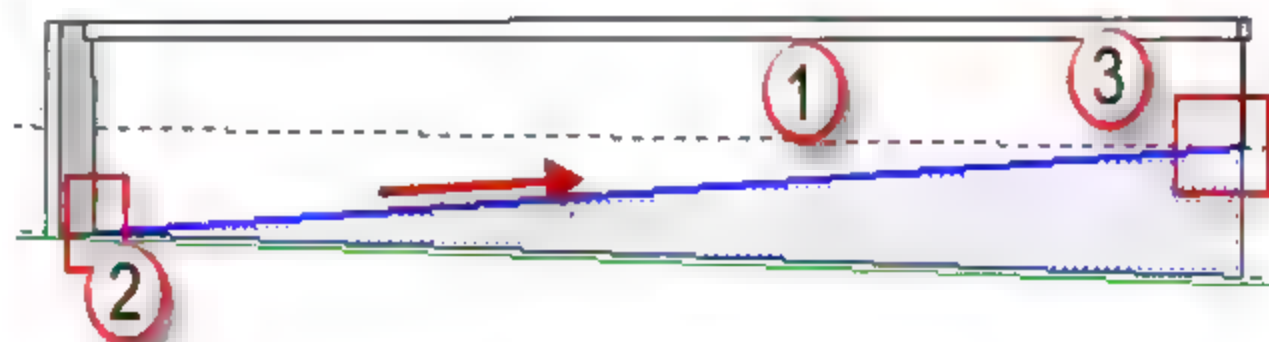

图 8.1.7 补线生成面
(7) 剪切下底面体块。选择“卷尺工具”命令，在立面上绘制一条辅助线，然后选择“直线”命令，连接参考线界定的左下和右上两点生成新的面，如图8.1.7所示。